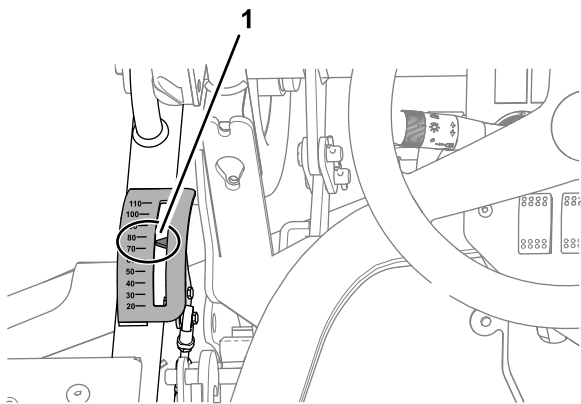

Figura 121
- Regolate l'altezza di taglio su 75 mm (Figura 121).